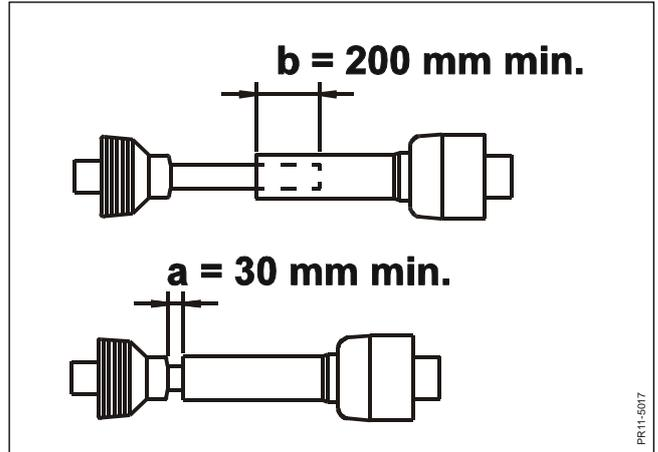

Fig. 2-7
- Fig. 2-7** Die Gelenkwelle in der Länge so anpassen, dass sie in Arbeitsstellung mindestens 200 mm Überlappung auf den Profilrohren hat, in keiner Stellung dichter am Block ist als 30 mm und in weitest ausgezogener Stellung mindestens 100 mm Überlappung hat.